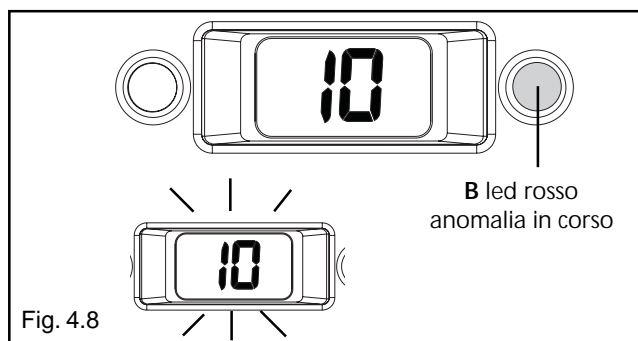

Fig. 4.8
Nel caso si verificassero anomalie di accensione o funzionamento la caldaia effettuerà un "ARRESTO DI SICUREZZA": sul pannello di comando si spegnerà il led verde, il display visualizzerà un codice anomalia lampeggiante (fig. 4.8) e, in caso di blocco, si accenderà il led rosso (B).